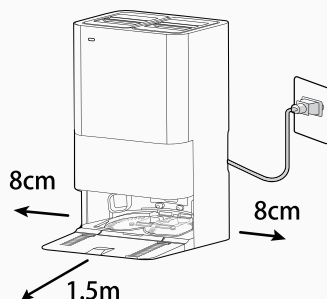

fig. 3
3. Placez la station de charge sur un plancher nivelé non réfléchissant, de préférence contre un mur. Si la surface du plancher est trop réfléchissante, elle interférera avec le système de navigation du Robot et il se peut qu'il ait des difficultés à trouver la station de charge. Assurez-vous qu'il y a au moins 8 cm entre les deux côtés et au moins 1,5 m d'espace libre devant [fig. 3]